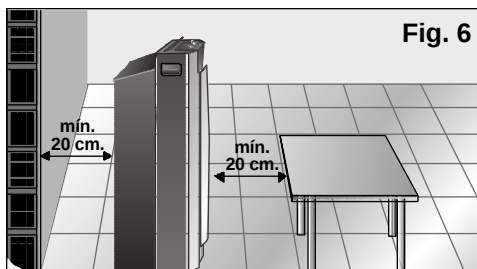

Fig. 6
- ❑ Por seguridad antes de conectar su equipo es necesario que esté separado al menos 20 cm de cualquier superficie cercana, **Fig. 6**.